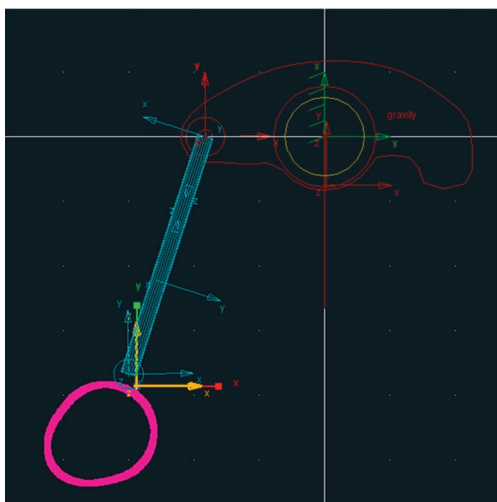

Figura 3.70 – *Came* reposicionada.
- Clique, com o botão direito do mouse, sobre a *came*, e selecione *Marker: MARKER_9* → *Modify*, conforme mostrado na Figura 3.69(a). A caixa de diálogo *Marker Modify* será aberta (Figura 3.69(b)). No campo *Location* digite: $-0.4724334605, -0.633147181, 0.0$. A Figura 3.70 ilustra a *came* reposicionada.